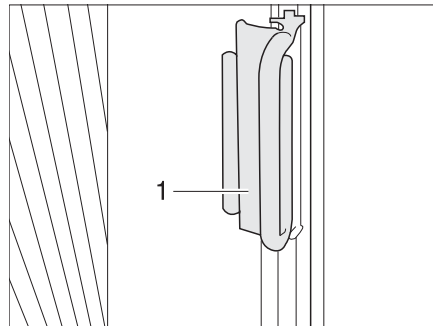

Fig. 79 Dispositifs occultants plissés pour les fenêtres côté conducteur et passager
- Saisir les dispositifs occultants plissés par la poignée (Fig. 79,1) et les tirer prudemment vers l'avant pour les fermer, jusqu'à ce que la fermeture magnétique maintienne fermé le dispositif occultant plissé.
- Faire glisser la poignée (Fig. 79,2) sur le module rapporté. Le dispositif occultant plissé est bloqué.